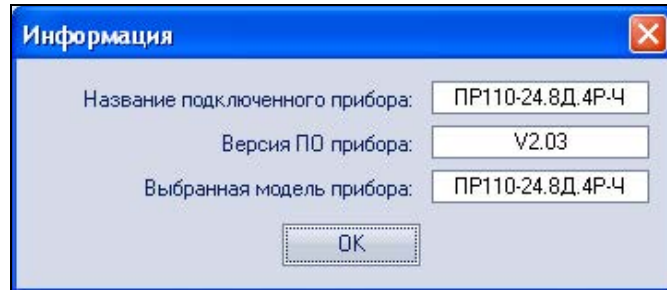

Рисунок 3.19 – Экранная форма с информацией о ПР
10) **информация о подключенном типе ПР и версии программного обеспечения** может быть получена при помощи кнопки на панели инструментов () , рисунок 3.19;